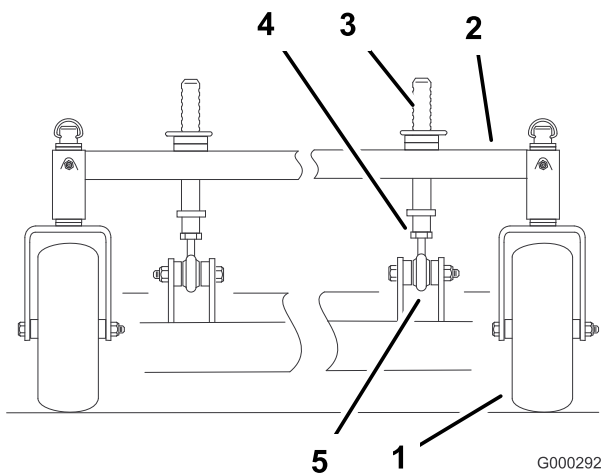

Bild 61
- Durch Einstellen der vorderen Schnitthöhen Säulen lässt sich die Längsneigung einstellen (Bild 61).